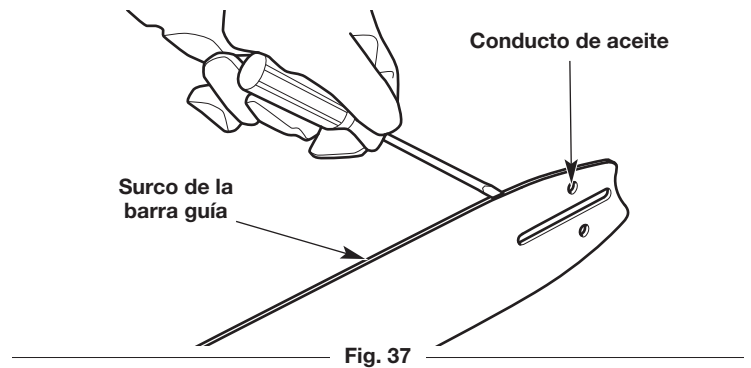
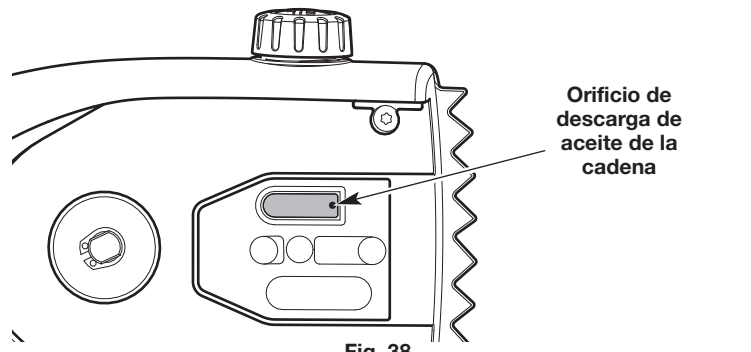

Fig. 37
Fig. 38
2. Limpie la canaleta de la barra de guía y los pasos de aceite siempre que se extraiga la cadena, cuando la unidad se ha usado mucho o cuando la cadena de la sierra parece estar sucia. Use un destornillador, una espátula, un cepillo de alambre o similar para retirar los residuos de la canaleta de la barra de guía (Fig. 37). Utilice un alambre liso y pequeño para eliminar cualquier desecho del orificio de descarga de aceite de la cadena (Fig. 38).